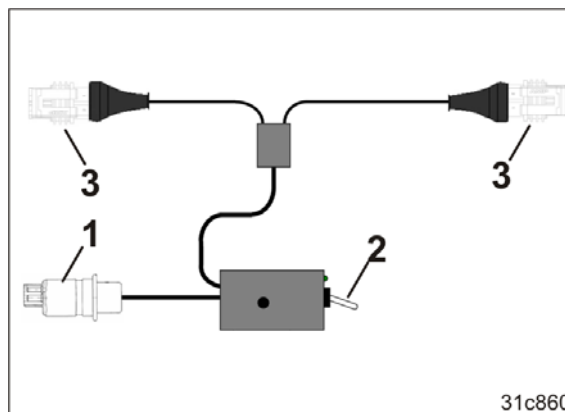

Fig. 149
18. Sæt stikket (Fig. 149/1) til skærrammebelysningen i stikdåsen i traktorkabinen.
Kontakt (Fig. 149/2) tænder og slukker belysningen (Fig. 149/3).